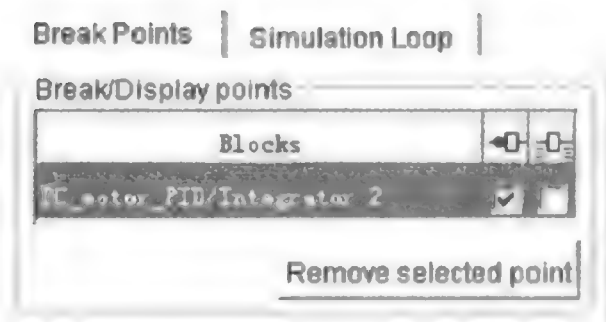

图 2.3.13 断点设置
(1) 通过 GUI 调试器工具栏快捷按钮设置断点。在模型窗口选中需要设置断点模块（例如选择 Integrator 2），然后单击图形调试器工具栏中的 Breakpoint 按钮  设置断点。断点页面即显示当前断点，如图 2.3.13 所示。